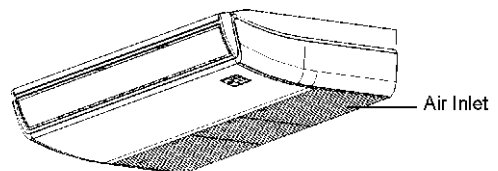

Fig. 6-1
- Otworzyć dopływ powietrza za pomocą śrubokręta lub podobnego przyrządu. (Patrz Rys. 6-1)